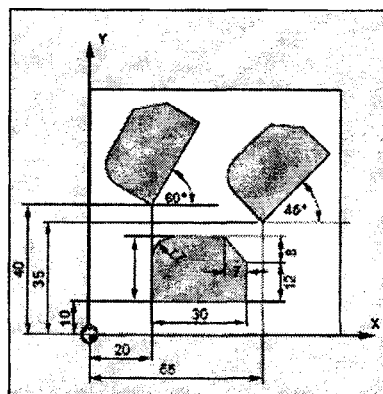

Рис. 5.10. Деталь с тремя выступами одинаковой формы
5.2. На рис. 5.10 изображена деталь с тремя одинаковыми фигурными выступами. Контур выступа опишите в отдельной подпрограмме FORMA2. Запрограммируйте все трансформации (фреймы), которые следует применить перед вызовом подпрограммы FORMA2 (последовательность обработки: нижний выступ, верхний правый выступ, верхний левый выступ).